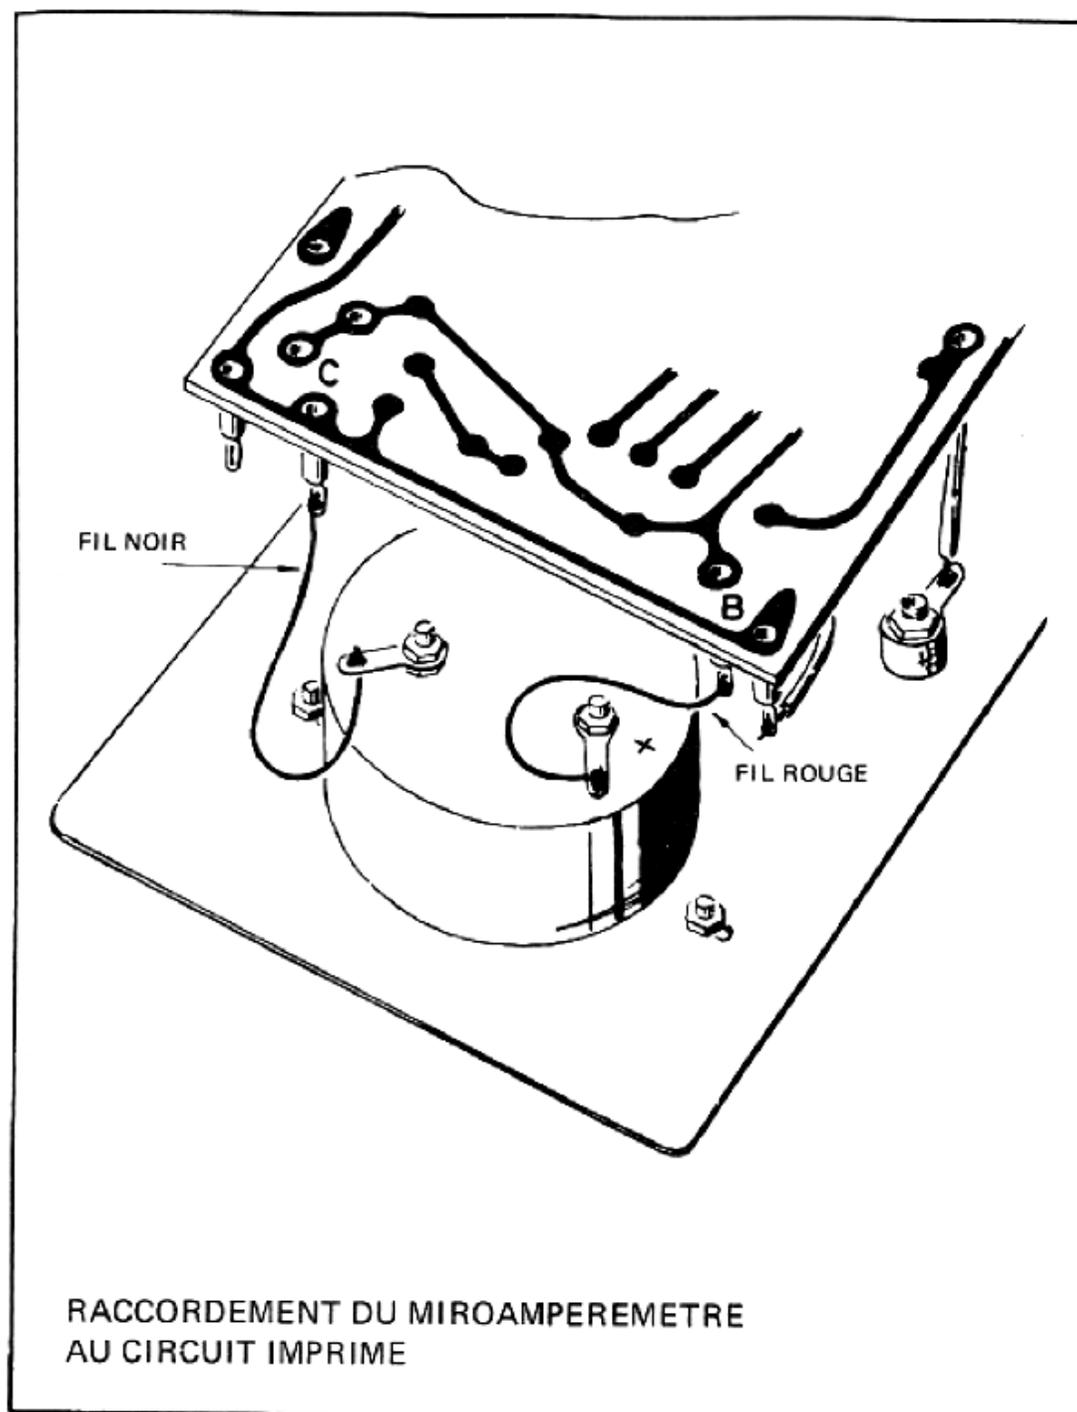

Figure 10
h) Raccordez à la borne négative de l'appareil, la cosse simple qui est soudée par une extrémité au fil souple noir, provenant du cylindre de la cosse C. Serrez l'écrou après avoir d'abord passé la rondelle. Les cosses fixées aux bornes du microampèremètre doivent être orientées comme le montre la *figure 10*, de manière à éviter un contact avec les bandes de cuivre du circuit imprimé.